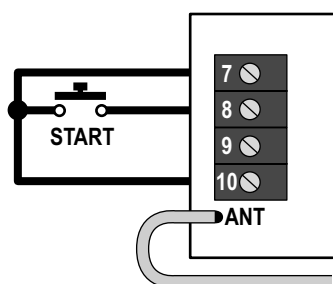

Fig.2
1. Taste wie in Abbildung 2 aufgeführt anschließen